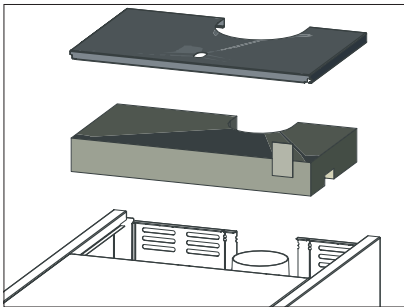

Fig. 34 Togliere la copertura della caldaia sul retro e rimuovere l'isolamento
- Togliere la copertura della caldaia sul retro e Togliere l'isolamento dal coperchio delle superfici riscaldanti – Fig. 34.